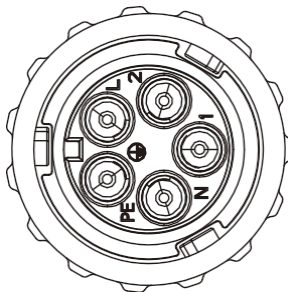

Abb. 5.9 Lochmuster des Wechselstromanschlusses
Schritt 4: Lösen Sie mit dem Sechskantschraubendreher nacheinander die Schrauben der Buchse, führen Sie jeden Kabelader in die entsprechende Buchse ein und ziehen Sie die Schrauben fest. Die Beschriftung der Anschlusslöcher der Wechselstromanschlussterminals ist in Abbildung 5.9 dargestellt.